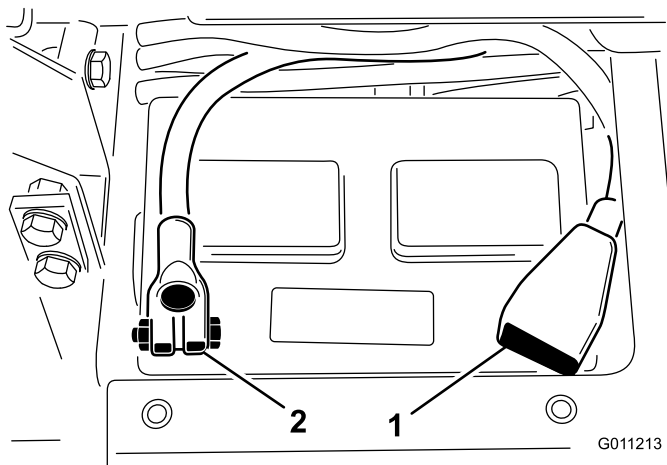

図 5
8. 赤い (+) ケーブルをバッテリーの (+) 端子に、黒いケーブル (-) はバッテリーの (-) 端子にはめ、ボルトとナットで固定する (図 5)。プラス端子が電極に十分にはまり込んでいること、ケーブルの配線に無理がないことを確認する。ケーブルとバッテリーカバーを接触させないこと。